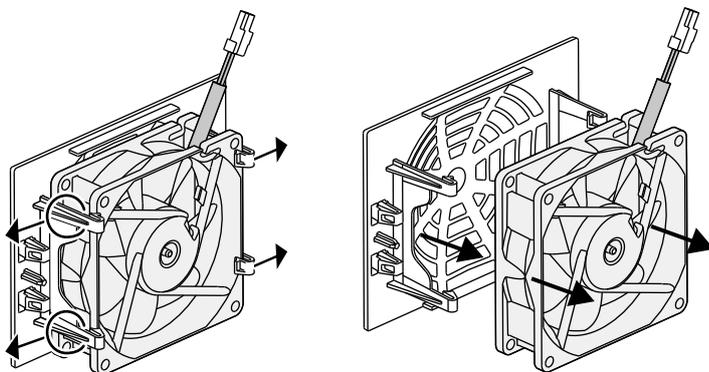

Fig. 76: Desmonte a grelha do ventilador
5. Também é possível remover o ventilador da grelha. Para isso, pressione levemente para fora as patilhas de fixação e retire o ventilador.  **Fig. 76**